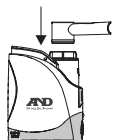

Рисунок 4
- Наденьте насадку для рта на крышку емкости для лекарства (см. рис. 4).